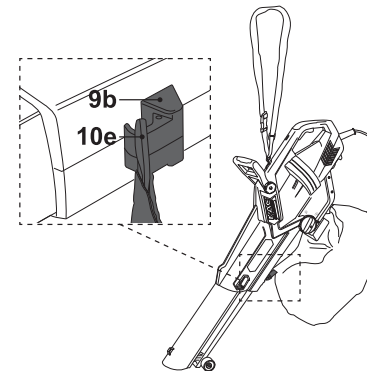

Fig. 4
- > Fije el lazo de suspensión frontal (10e) al gancho frontal (9b) (Fig. 4).